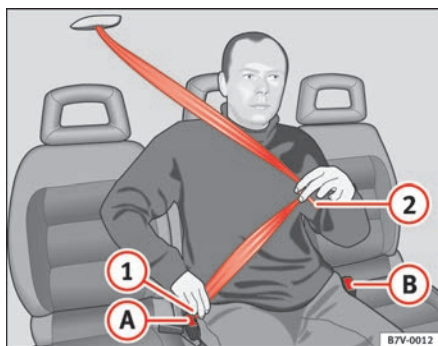

Abb. 11 Gurt am mittleren Sitz in der zweiten Sitzreihe anlegen
- Ziehen Sie das Gurtband mit der Schloszlunge ⇒ Abb. 11 ① nach unten.
- Stecken Sie die Schloszlunge ① in das zum Sitz gehörende Gurtschloss A, bis sie hörbar einrastet.
- Ziehen Sie das Gurtband mit der Schloszlunge ② über Ihr Becken.
- Stecken Sie die Schloszlunge ② in das zum Sitz gehörende Gurtschloss B, bis sie hörbar einrastet.